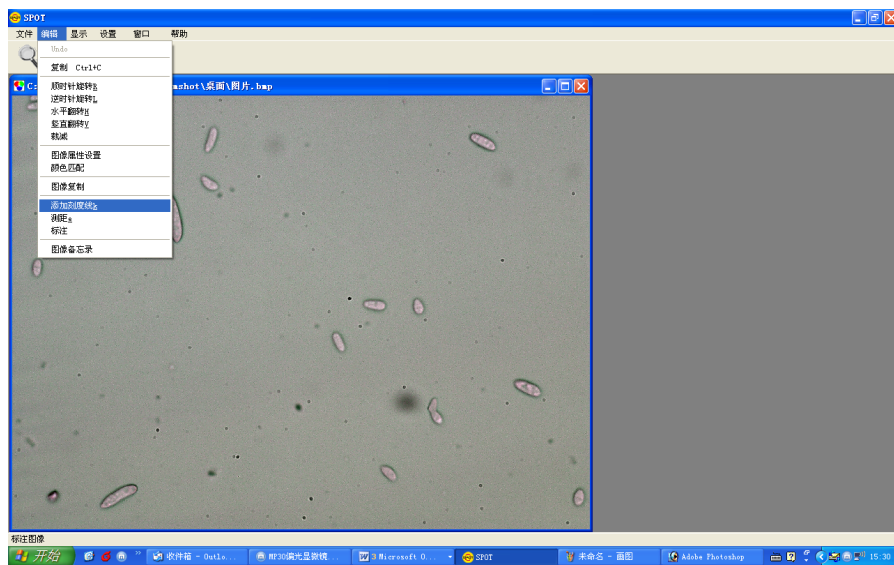

图 7
8. 长度面积等参数的测量：点击“编辑”工具栏的“测距”项，出现一个对话框（图 7）；